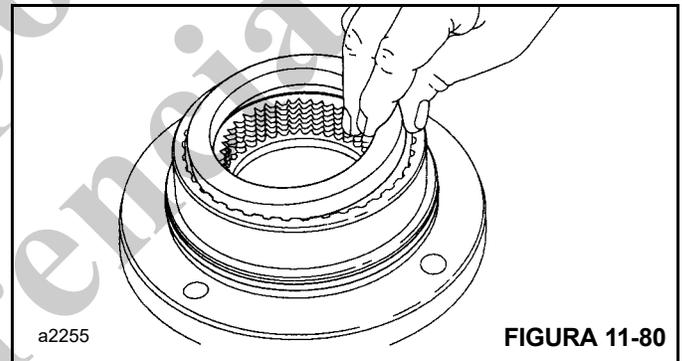

FIGURA 11-80
3. Instale el espaciador del freno encima del último disco de freno de acero (Figura 11-80).